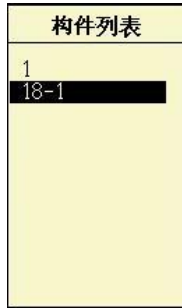

图 4.3 构件选择
3. 构件：用于设置被测构件的构件名称，用户直接输入即可，如果用户想打开并查看已经完成测试的构件的检测数据，按**确认**键选择相应的构件即可，如图 4.3，和工程的输入完全相同，需要注意的是，输入的字符不能超过 8 位。